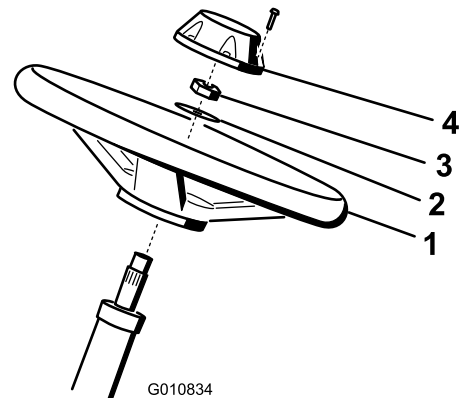

Figura 4
1. Deslice el volante sobre la columna de dirección (Figura 4).
2. Deslice la arandela sobre la columna de dirección (Figura 4).
3. Sujete el volante a la columna con una contratuerca y apriétela a 27–35 N·m (Figura 4).
- Sujete el embellecedor al volante con 6 pernos (Figura 4).